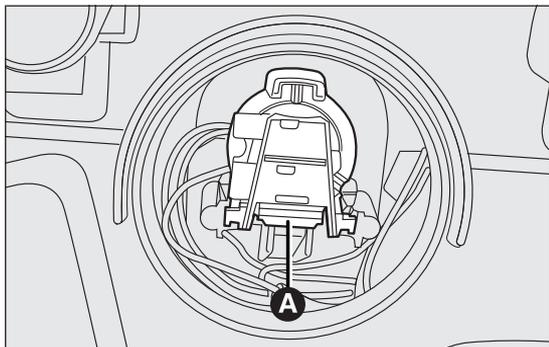

fig. 133
- appuyer sur le dispositif de blocage A fig. 133 et extraire la douille ;